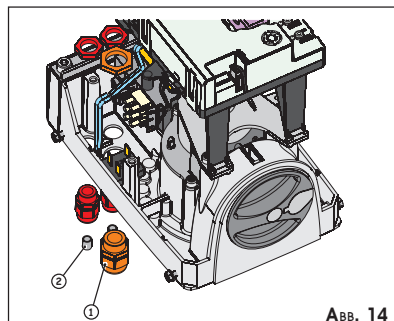

Abb. 14
① Alle drei im Lieferumfang enthaltenen Kabelverschraubungen mit den entsprechenden Befestigungsmuttern fixieren (Abb. 14).
- Die größte Kabelverschraubung (Abb. 14, Bez. ①) muss immer verwendet werden.
- Wenn die anderen beiden Kabelverschraubungen nicht verwendet werden, sind sie mit den entsprechenden im Lieferumfang enthaltenen Abdeckungen zu verschließen (Abb. 14, Bez. ②). Den Kunststoffverschluss in die Durchgangsöffnung des Kabels einführen und die Kabelverschraubung bis zur Sperre verschließen.